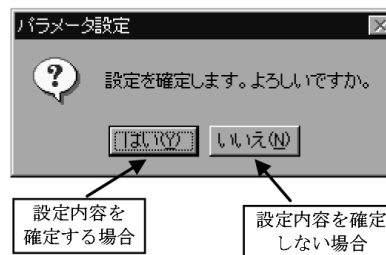

図 8.9.2 メッセージボックス
5. 図8.9.2のようなメッセージボックスが表示されますので、変更した内容を確定する場合は「はい(Y)」を確定しない場合は「いいえ(N)」をクリックしてください。